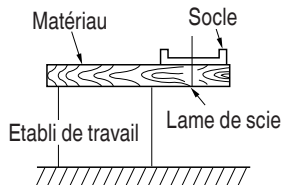

Fig. 18
6. Préparer un établi de travail en bois (Fig. 18)